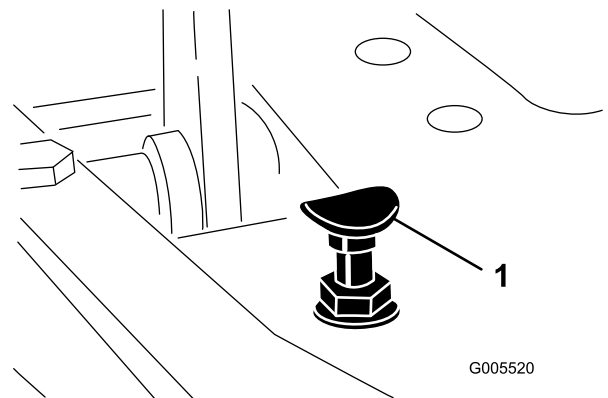

Figura 56
Para obtener la velocidad máxima de transporte, ponga la palanca de control funcional en la posición de transporte y pise el pedal de tracción. Si el pedal toca el tope (Figura 56) antes de que se note tensión en el cable, es necesario hacer un ajuste:
1. Ponga la palanca de control funcional en la posición de transporte y afloje la contratuerca que fija el tope del pedal a la chapa del suelo (Figura 56).